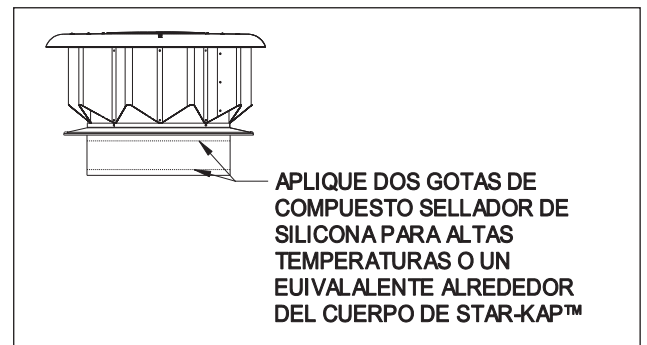

FIGURA 2
1. Antes de la instalación, aplique dos gotas de compuesto sellador de silicona para altas temperaturas o un equivalente alrededor del fondo del collarín y una pulgada encima del extremo del cuerpo del Starkap™. (Ver Figura 2)